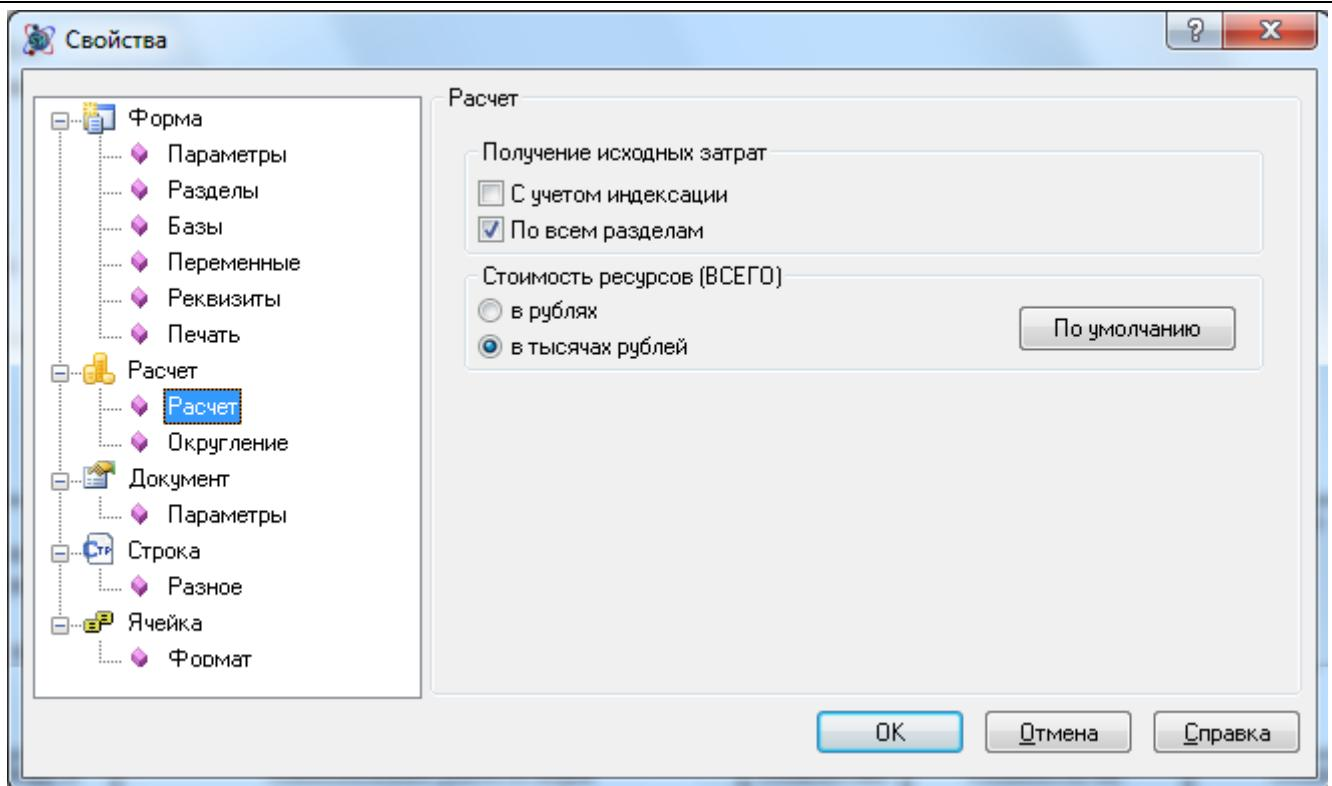

Рис. 4.54 Свойства расчета потребности в материалах и изделиях
При помощи раздела **Расчет/Параметры** (рис. 4.54) диалогового окна **Свойства** можно задать следующие свойства расчета потребности в материалах и изделиях.
1. На вкладке Коэффициенты к расценкам диалогового окна **Определители** (см. рис. 4.54) введите нужные коэффициенты.